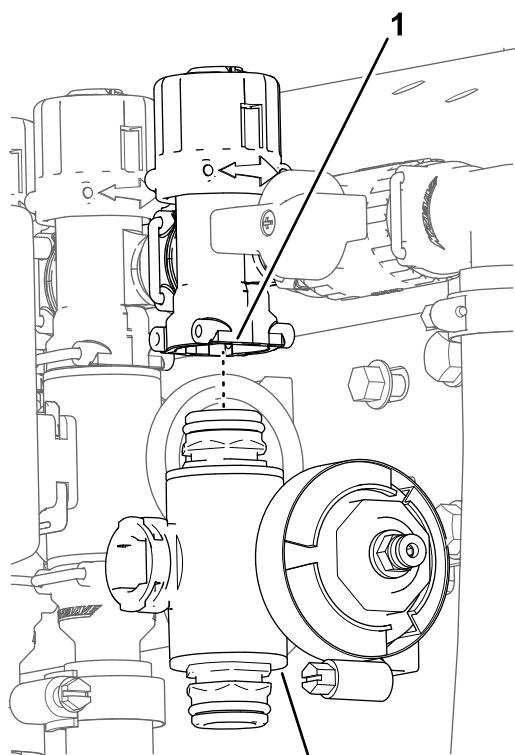

Figure 121
3. Pour les vannes de section de rampe droite et gauche, retirez les boulons à embase et les contre-écrous à embase qui fixent la ou les vannes de section au support, puis déposez le ou les collecteurs de la machine ; pour la vanne de section centrale, déposez le collecteur correspondant de la machine (Figure 121).